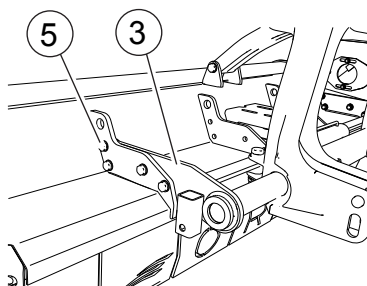

Fig. 24
- Sollevare il gruppo spostamento fino a portare le staffe (3, "Fig. 24") all'altezza della struttura. Avvitare le viti (5, "Fig. 24") per fissare il gruppo di spostamento alla struttura.
- Lift the side shift unit up to bring the brackets (3, "Fig. 24") to the height of the structure. Tighten the screws (5, "Fig. 24") to fix the side shift unit to the structure.
- Soulever le groupe déplacement jusqu'à porter les étriers (3, "Fig. 24") à la hauteur de la structure. Visser les vis (5, "Fig. 24") pour fixer le groupe de déplacement à la structure.
- Heben Sie der Seitenverschiebung (3, "Fig.24") bis die Halterungen zur der Höhe der Struktur. Ziehen Sie die Schraube (5, "Fig.24") um der Verschiebungseinheit an Struktur zu fixieren.
- Levantar el grupo desplazamiento hasta llevar los soportes (3, "Fig.24") a la altura de la estructura. Atornillar los tornillos (5, "Fig.24") para fijación del desplazamiento a la estructura.
- Elevar o grupo de deslocamento até os suportes (3, "Fig.24") estarem na altura da estrutura. Apertar os parafusos (5, "Fig.24") para fixar o grupo de deslocamento à estrutura.